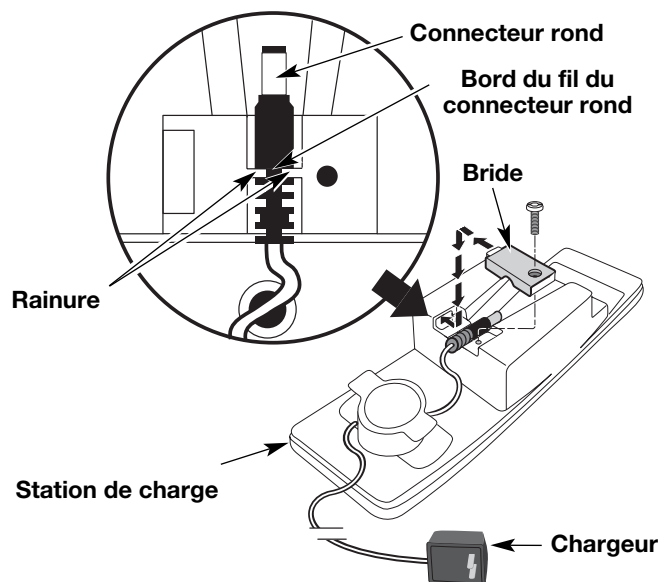

Fig. 19
2. Enlevez, à l'aide d'un tournevis à mèche no. T20 Torx, la vis de la bride qui retient le connecteur rond (Fig. 19).
4. Insérez l'extrémité étroite du fil du connecteur rond dans la rainure dans la fente de la station de charge. Assurez-vous que le connecteur rond est inséré correctement et solidement (Fig. 19).